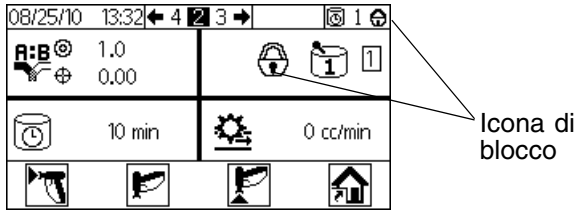

**FIG. 22. Elettrovalvole nel quadro di controllo**
4. Con la pistola attivata, eseguire la limitazione manuale sulle elettrovalvole dosatrici A1 (A2, A3) e B per scaricare la pressione. Vedere FIG. 22.
7. Con la pistola attivata, eseguire la limitazione manuale sulle elettrovalvole del solvente A e B per scaricare la pressione. Vedere FIG. 22. Verificare che la pressione del solvente sia ridotta a 0.